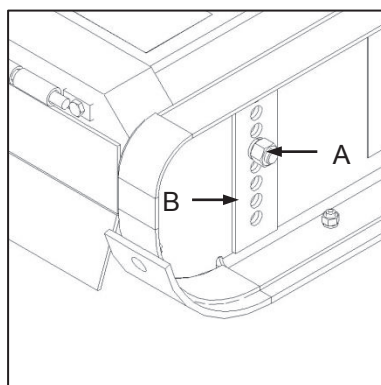

Fig. 3
- ✔ To set the working height of the implement, loosen the side panel retaining nuts (Fig. 3-A) and adjust the position of the nut (Fig. 3-B) as required. Ensure that the implement is level by measurement of the adjuster thread length protruding at each adjustment point.
- ✔ Om die werkshoogte van die implement te verstel, laat skiet die sypaneel klemmoere (Fig. 3-A) en verstel die posisie van die moer (Fig. 3-B) soos verlang. Maak seker dat die implement gelyk is deur die lengte van die draad te meet wat uitsteek op elke verstelpunt.